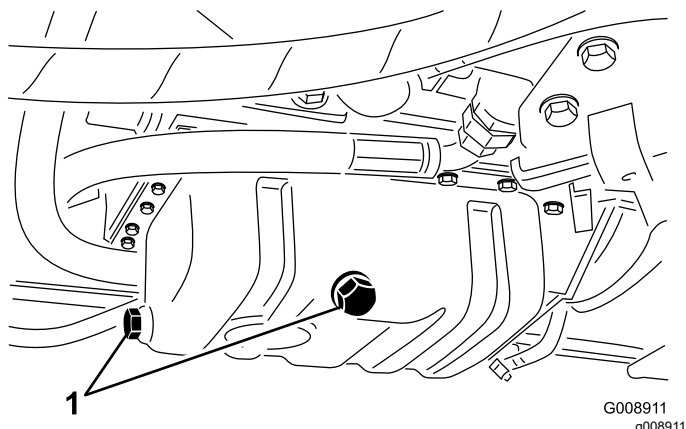

Figura 63
3. Retire cualquiera de los tapones de vaciado (Figura 63) y deje fluir el aceite a un recipiente de vaciado; cuando todo el aceite se haya drenado, instale el tapón de vaciado.